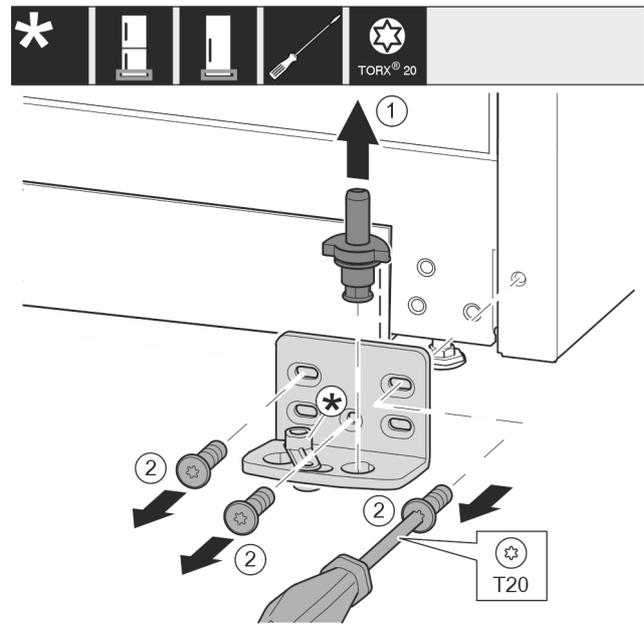

Fig. 16 *
- ▶ Lagerbolzen Fig. 16 (1) komplett nach oben herausziehen.*
- ▶ Schrauben Fig. 16 (2) mit Schraubendreher herausdrehen und Lagerbock abnehmen.*